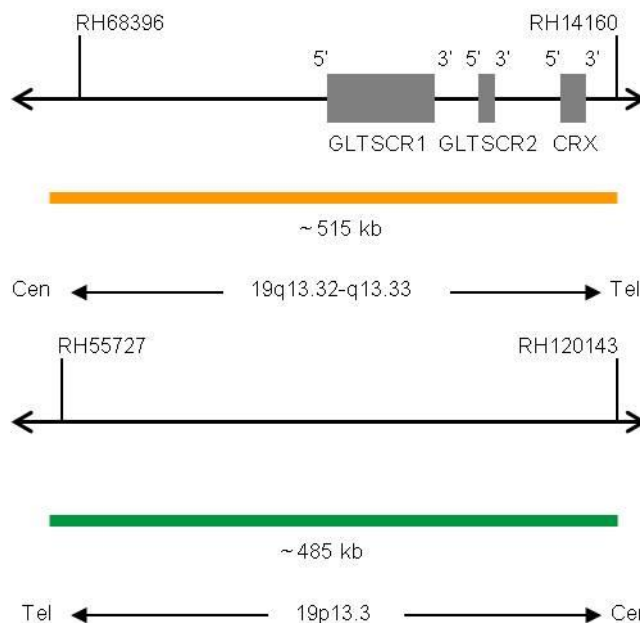

Fig. 1: Cima: SPEC 19q13 Mapa da sonda; Baixo: SPEC 19p13 Mapa da sonda (sem escala)
- Polinucleótidos (~4.5 ng/ μ l) com marcação ZyOrange (excitação 547 nm/emissão 572 nm), dirigidos ao mapeamento de sequências alvo em 19q13.32-q13.33* (chr19:47,857,776-48,374,564) (ver Fig. 1).
- Polinucleótidos (~10.0 ng/ μ l) com marcação ZyGreen (excitação 503 nm/emissão 528 nm), dirigidos ao mapeamento de sequências alvo em 19p13.3* (chr19:658,555-1,144,465) (ver Fig. 1).